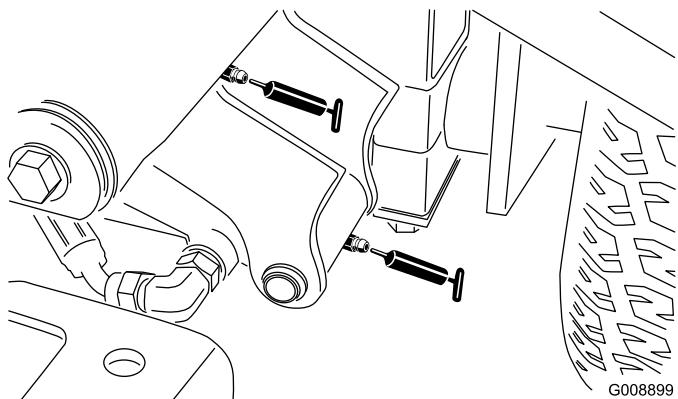

Bild 49
- Linke vordere Hubarm-Drehbüchsen und Hubzylinder (2) (Bild 49)